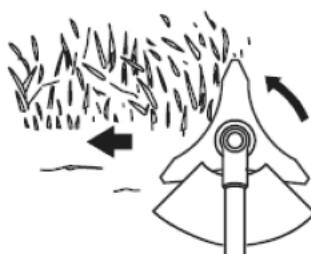

рис. 13
1. Направляйте косу справа налево, при этом с небольшим наклоном влевую сторону. Рис. 13